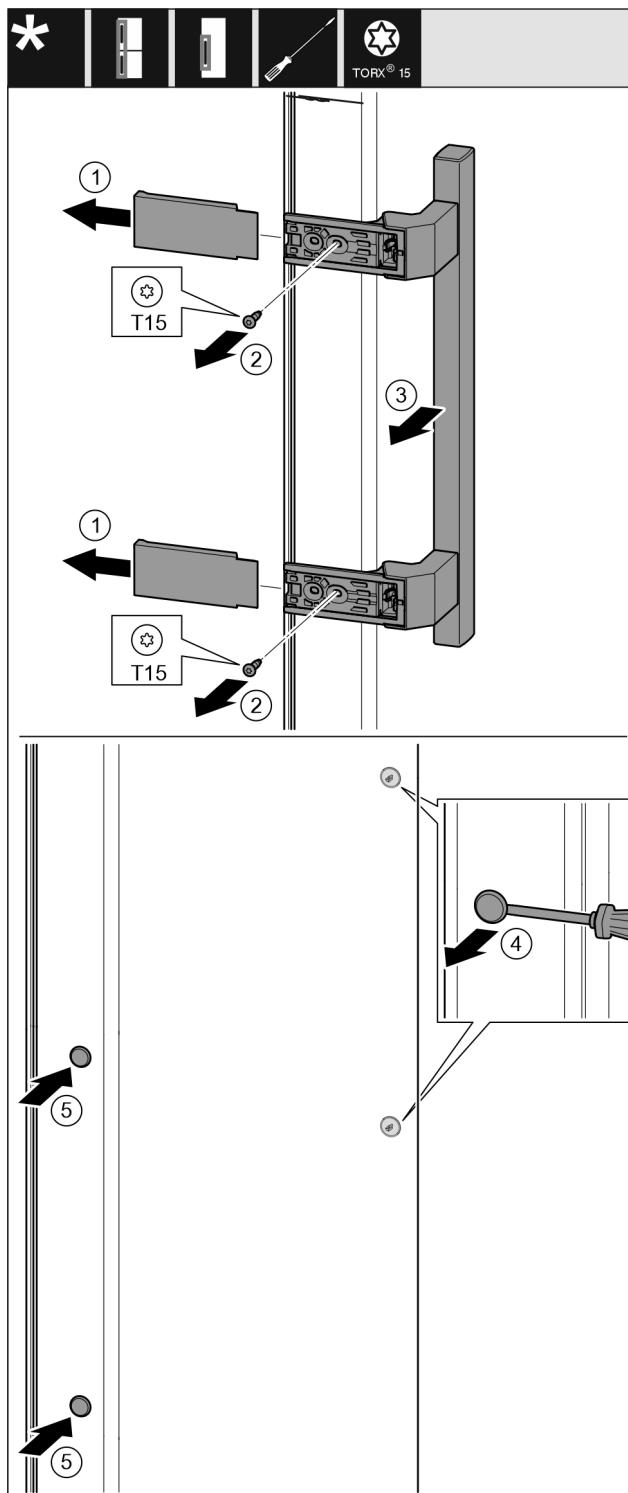

Fig. 17
- Nutraukite dengiamają plokštelię. Fig. 17 (1)
- Išsukite varžtus atsuktuvu T15. Fig. 17 (2)
- Nuimkite rankenėlę. Fig. 17 (3)
- Šoninj kaištj atsargiai pakelkite išdrožiniu atsuktuvu ir ji ištraukite. Fig. 17 (4)
- Vėl įstatykite kaištj kitoje pusėje. Fig. 17 (5)